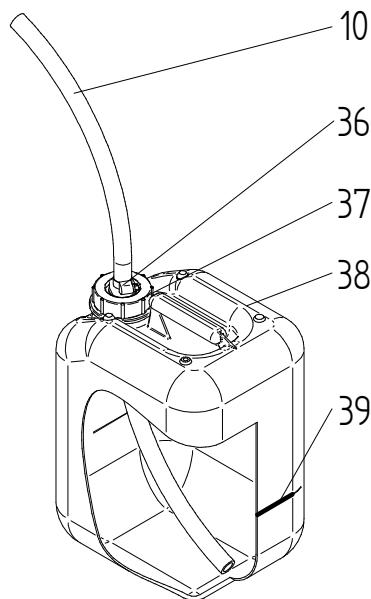

Abb. 6 Entschlammungsbehälter
**Achtung** Den mitgelieferten Entschlammungsbehälter (siehe Abb. 6, Seite 8) niemals als Wasserbehälter (47) verwenden,.
3. Ablassventil mit dem Schlüssel (40) öffnen, siehe Abb. 6, um Heizkessel vollständig zu entleeren.
13. Restliche Rückstände des Entkalkungsmittels vollständig aus dem Kanister entleeren, siehe Abs. 4.1, Abb. 6.